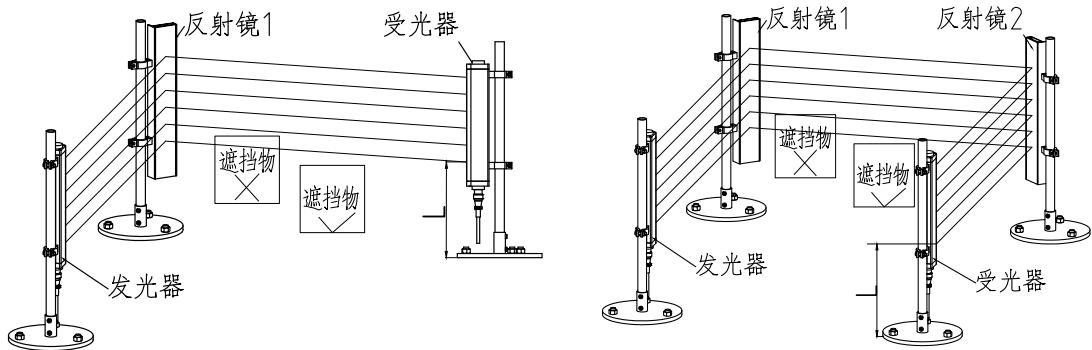

图3-12 STQ光幕安装注意事项
1、确认光幕第一束光距离设备平台或地面高度L的尺寸，如果高度L超过300mm, 需要考虑增加其他防护（如图3-12）。